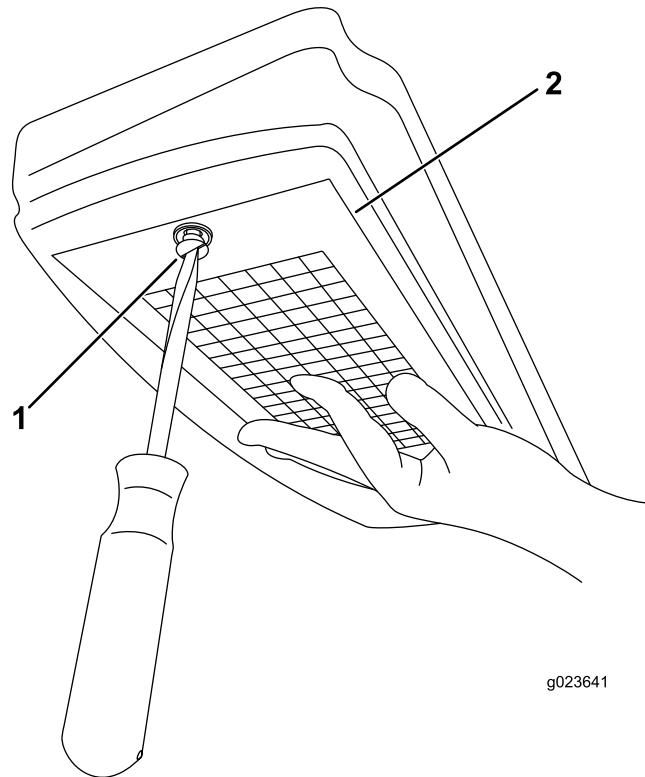

Figura 162
3. Retire el tornillo y la tapa del filtro de aire (Figura 162).